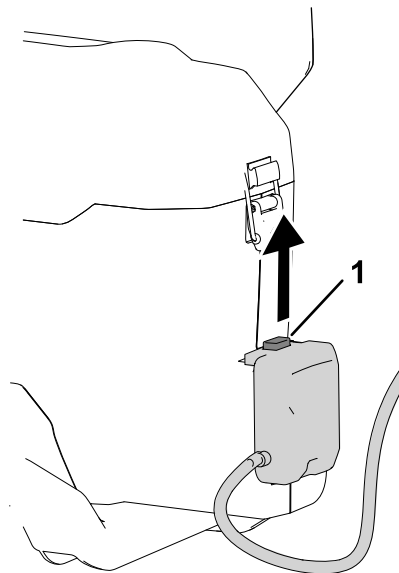

Bild 7
2. Drücken Sie den Verriegelungsknopf am Rucksackanschluss und ziehen Sie ihn nach oben, um das Rucksackkabel vom Rucksack zu trennen (Bild 7).